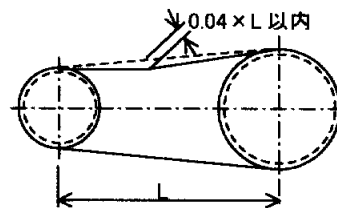

図1 チェーンたるみ量
- (1) ホローシャフトに中実軸を直結しフランジ面で固定する場合、ギヤードモータと相手機械の偏芯量は0.05mm以下になるようにしてください。フレキシブルカップリングをご使用いただくと便利です。
- (2) チェーンのたるみ量は、スパン長の4%程度としてください。図1参照。たるみが大きすぎると始動時衝撃が過大となり、ギヤードモータを損傷することがあります。